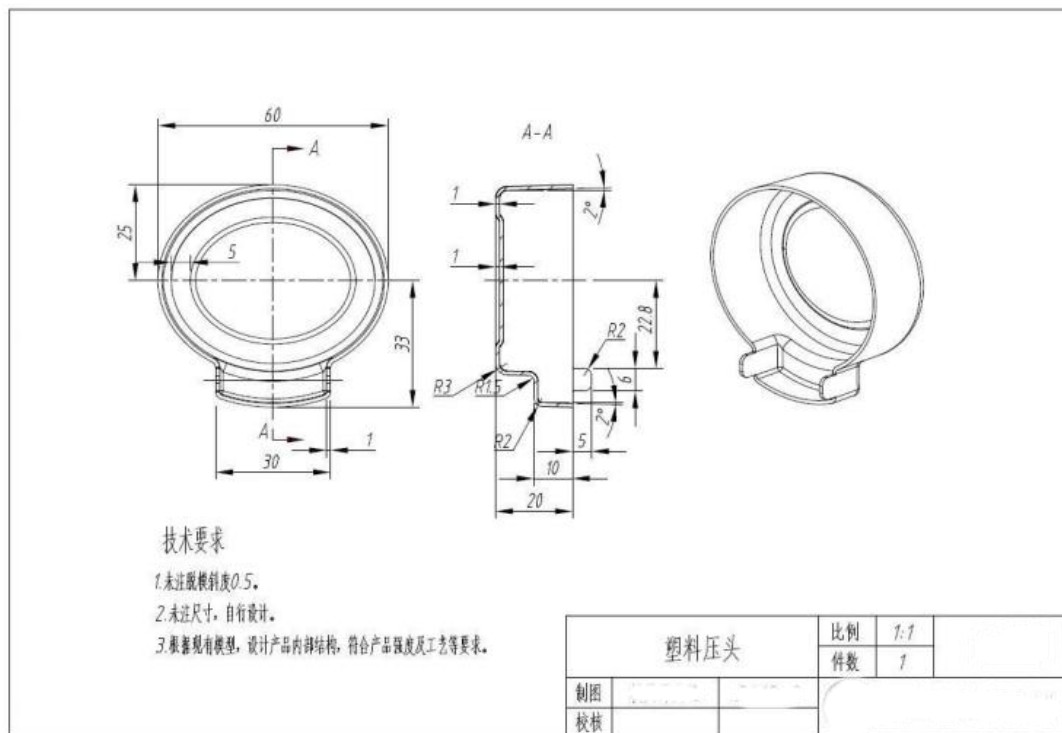

图 2-5-2 压头
按照图 2-5-2的要求，根据以下参考图，按规定完成工业机器人系统三维建模。
- 2) 根据图 2-5-2对产品进行外形设计。